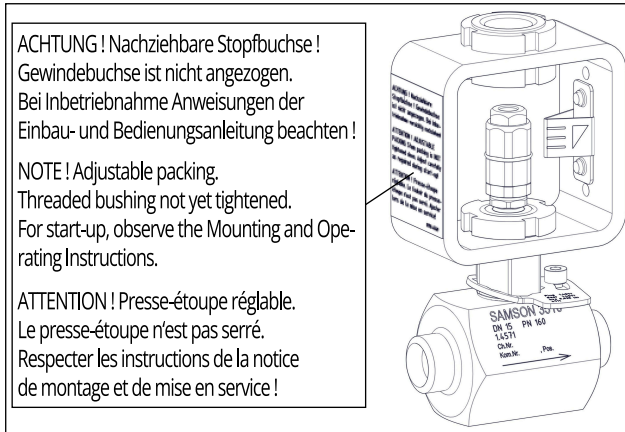

Fig. 6 : *Plaque relative à la garniture de presse-étoupe ajustable*
5.5.1. Cette information figure sur une plaque apposée à l'extérieur de l'arcade à colonnes, cf. Fig. 6.